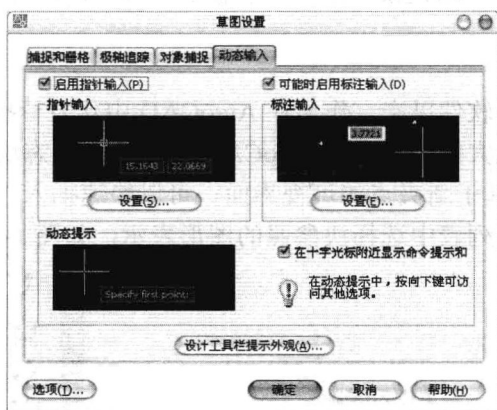

图 1-4
(2) 动态输入有两种方法：一种是指针输入，用于输入坐标值；一种是标注输入，用于输入距离和角度。可以通过单击状态栏上的“DYN”来打开或关闭动态输入。如果要自定义动态输入，可使用“草图设置”对话框，选择“动态输入”选项卡，如图 1-4 所示。